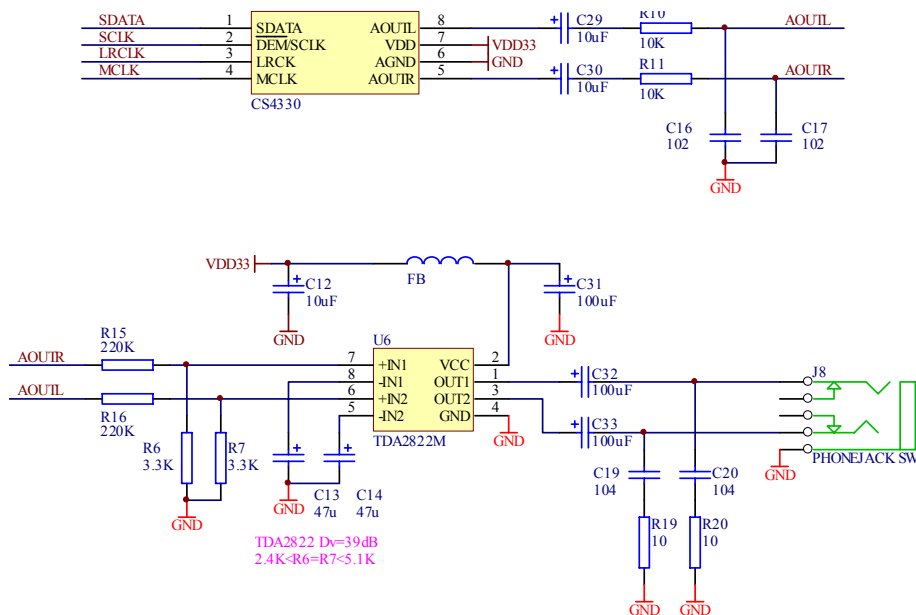

图 18 音频 DA 及功放电路
8) 音频输出信号 MCLK、LRCLK、SCLK、SDATA 等。这些信号将数字音频信息送到立体声音频 DA 芯片 CS4330 中，再通过 TDA2822 放大后推动耳机。电路如图 18 所示。